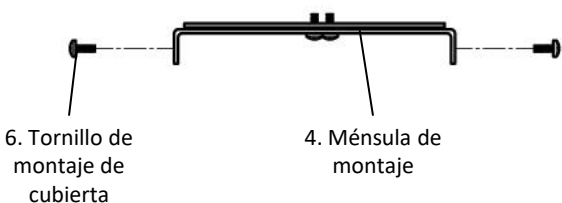

Fig. 2
1. Quitar los tornillos de montaje de cubierta (#6) del ménsula de montaje (# 4). Mantenga los tornillos de montaje de cubierta (#6).(Fig. 2)